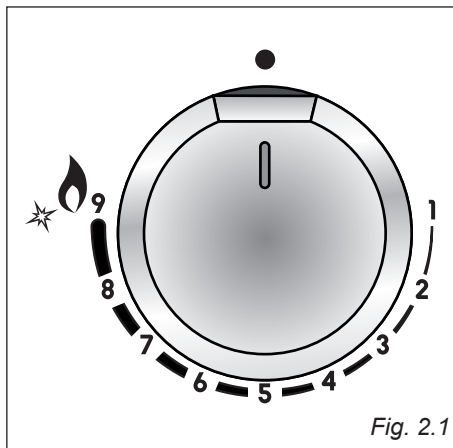

Fig. 2.1
L'afflusso del gas ai bruciatori è regolato da un rubinetto valvolato comandato dalla manopola di fig. 2.1.
1. Premere e ruotare la manopola corrispondente (fig. 2.2) fino alla posizione di portata massima “” (fiamma grande - fig. 2.1) e mantenere premuta la manopola fino ad accensione avvenuta.